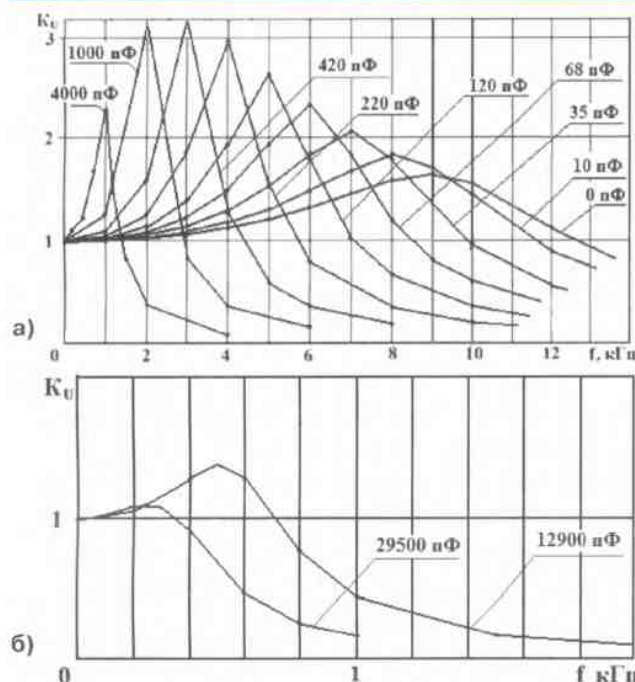
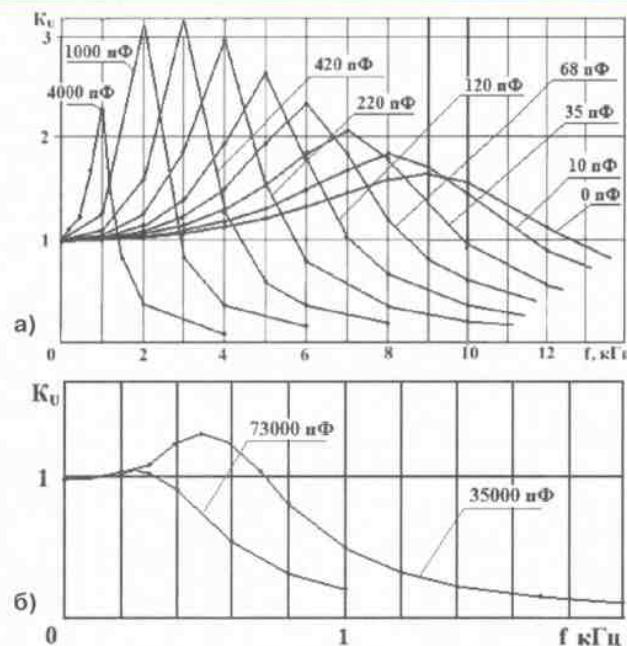

Рис. 3
Рис. 4
На рис. 3, рис. 4 показаны частотные характеристики по результатам расчётов для нижнего и среднего ЗС соответственно.
Рассмотрим влияние последовательно включаемого конденсатора на нижний ЗС, так как принципиального отличия между АЧХ среднего и нижнего ЗС не существует (см. рис. 3, рис. 4). Для анализа влияния C1 на АЧХ ЗС подставим в формулы (4) и (5) значения номиналов элементов нижнего ЗС, кроме f и C1.